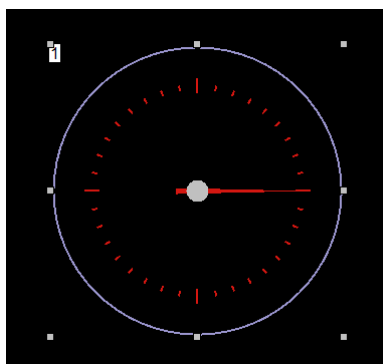

图 3-5 不显示数值
4)显示数值：表盘上的数字。关闭显示数值数字消失，如图 3-5 所示。